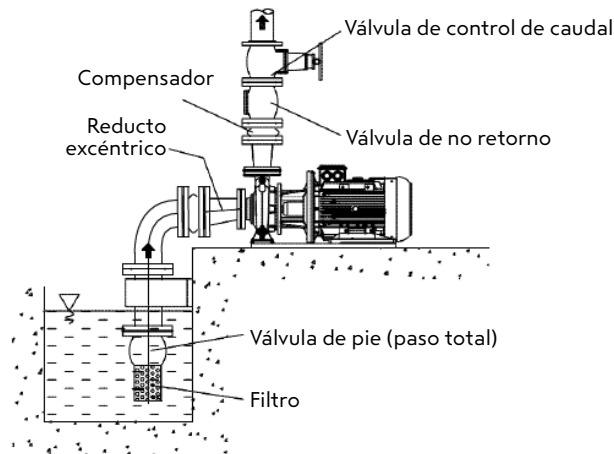

Figura 3a. Elevación de la succión
- El tubería de aspiración debe ser definitivamente hermético y no debe estar dispuesto de manera que cause la formación de bolsas de aire. En otras palabras, si se alimenta desde un depósito más alto que éste (sistema con succión/suministro elevado), la bomba de succión debe ser ligeramente inclinada hacia la bomba; y si la bomba se alimenta desde un depósito más bajo que éste (sistema con profundidad de succión), la tubería de succión debe inclinarse gradualmente un poco hacia la bomba. Figura 3a y 3b.